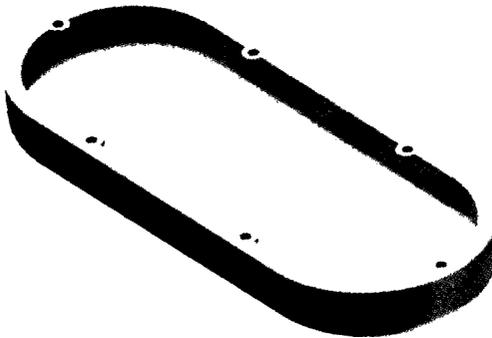

Рис. 7.16. Обновление детали обновляет эскиз и, соответственно, массив
9. Измените размер 2,5 дюйма на 4 дюйма, завершите эскиз. Чтобы посмотреть, что произойдет с моделью, взгляните на рис. 7.16.